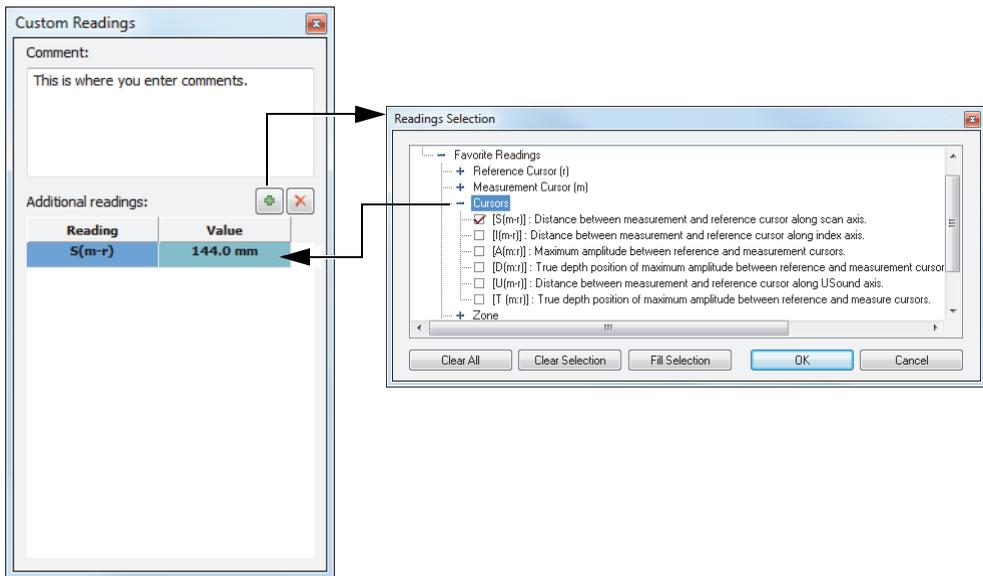

Figura 6-5 Adicionar um comentário e uma leitura extra em uma indicação
- c) Na caixa de diálogo **Leituras personalizadas** que aparece (Figura 6-5 na página 185), digite o comentário para a indicação na caixa **Comentário**.
9. Pode-se também incluir leituras adicionais na tabela de indicação (Figura 6-5 na página 185):